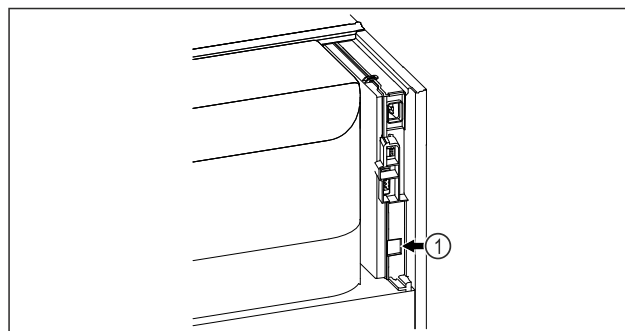

Fig. 138
- ☐ SmartModule Fig. 138 (1) naudojamas.